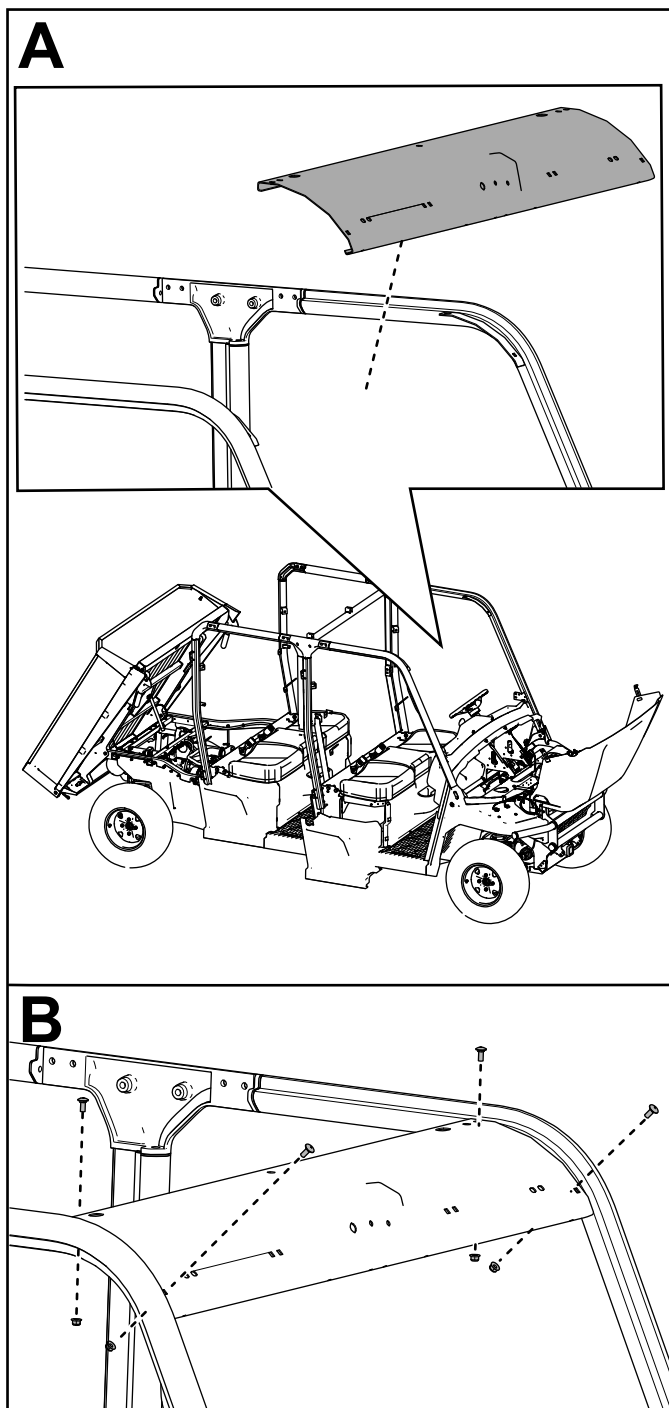

Figura 42
15. Fissate il collegamento trasversale anteriore ai gruppi barra rotazione anteriori utilizzando 4 bulloni a testa tonda ($5/16'' \times 3/4''$) e 4 dadi di bloccaggio ($5/16''$), come illustrato nella Figura 42.